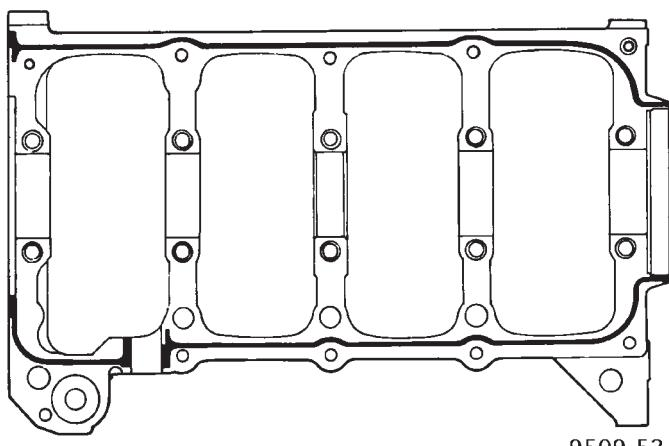

Fig. 78 Tapas de cojinete principal/sellante de bancada
(2) Asegúrese de que los orificios de lubricación del bloque se alineen con el orificio de lubricación de los cojinetes y las lengüetas de cojinete se asienten en las muescas de lengüeta del bloque.
(3) Engrase los cojinetes y gorrones e instale el cigüeñal y anillo "O" en el bloque de cilindros.
(4) Aplique un reborde de 1,5 a 2 mm (0,059 a 0,078 pulgadas) de formador de juntas con solidificación en la torsión Mopar® al bloque de cilindros, tal como se muestra en la (Fig. 78).
(5) Instale los cojinetes principales inferiores en la tapa/bancada del cojinete principal. Cerciórese de que las lengüetas de cojinete se asienten en las muescas de la bancada. Instale el cojinete principal/bancada en el bloque del motor.
(6) Antes de instalar los pernos, deben engrasarse las rocas con aceite de motor limpio. Limpie el exceso de aceite.
(7) Instale apretando a mano los pernos 11, 17 y 20 de la bancada del cojinete principal al bloque del motor. Apriete estos pernos juntos hasta que la ban-